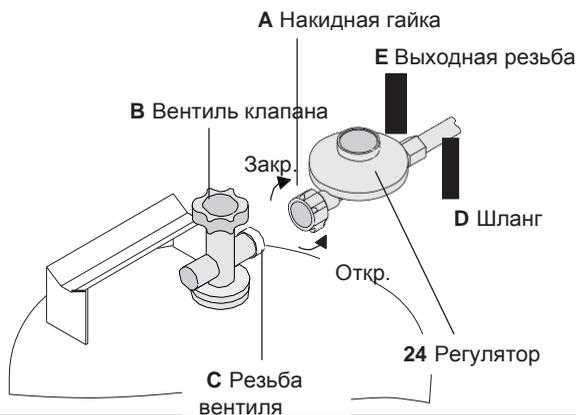

Рисунок 2
- Газовый вентиль (В) газового баллона (см. рисунок 2 на Странице 6) в случае неполадки, следует немедленно закрыть.
III. Подключение прибора к газовому баллону (рисунок 2)
Выключите нагреватель (смотрите Пункт VI. на Странице 7) и дайте ему остыть. Закройте вентиль газового баллона, Снимите регулятор газа со шлангом с газового баллона, при этом отпустите накидную гайку А (смотрите рисунок 2 на Странице 6) поворачивая ее по ходу часовой стрелки. Всегда проверяйте уплотнение на предмет отсутствия повреждений.